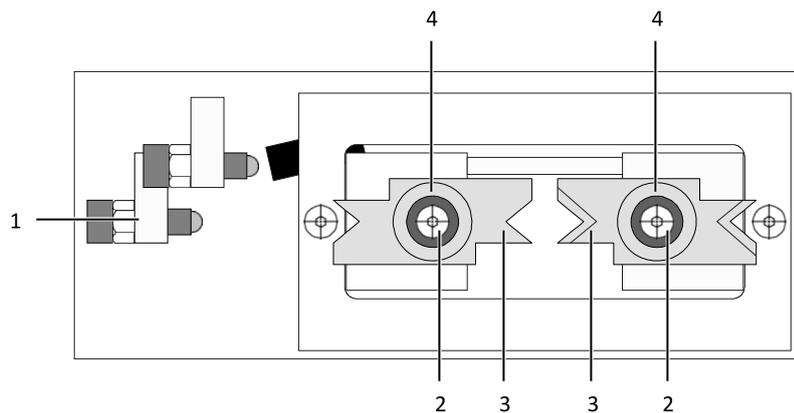

Abb. 9: Innenansicht
- Drahthalteclampen (Innenseite der Frontplatte) und Kugeln der Druckschrauben (Abb. 9) sehr sparsam mit handelsüblichem Motorenöl ölen.